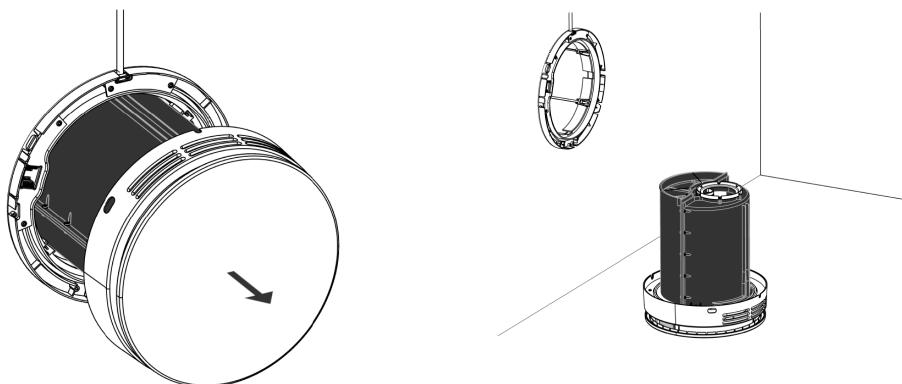

Abbildung 31 - Lüftungsgerät herausnehmen und auf die innere Abdeckung stellen
4. Das Lüftungsgerät vorsichtig aus der Wand ziehen und auf der inneren Abdeckung auf den Boden oder einen Tisch stellen, siehe nachstehende Abbildung 31 unten.